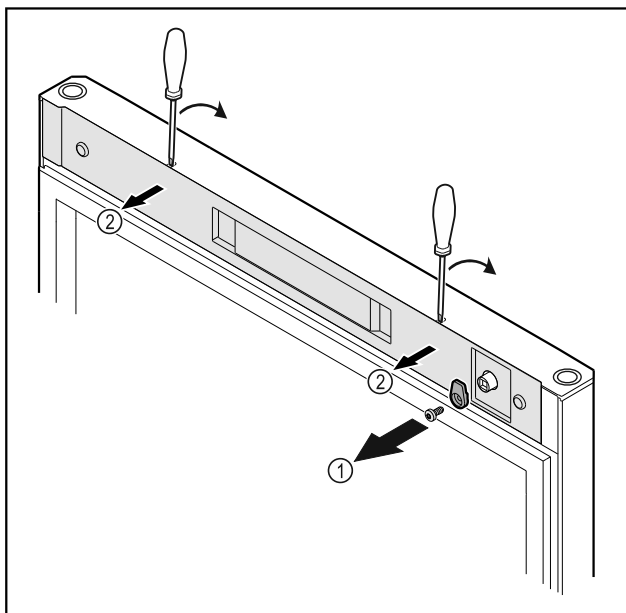

Fig. 12
- Dévisser le crochet de fermeture Fig. 12 (1).
- Décrocher le cache Fig. 12 (2) avec un petit tournevis et le retirer.